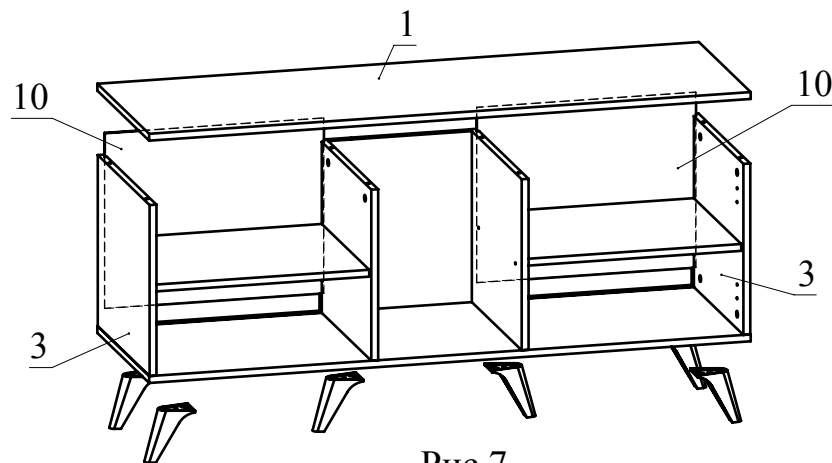

Рис.7
6. Вставьте задние стенки 10 из ДВП в пазы деталей 2, 3, 4 и 2, 3, 5 (Рис. 7).
7. Установите деталь 1 на детали 3, 4, 5 и зафиксируйте, повернув конфирматным ключом головки минификсов по часовой стрелке до упора (Рис. 7).
8. Шурупами 3,5x20 прикрутите ножки к детали 2 (Рис. 7).